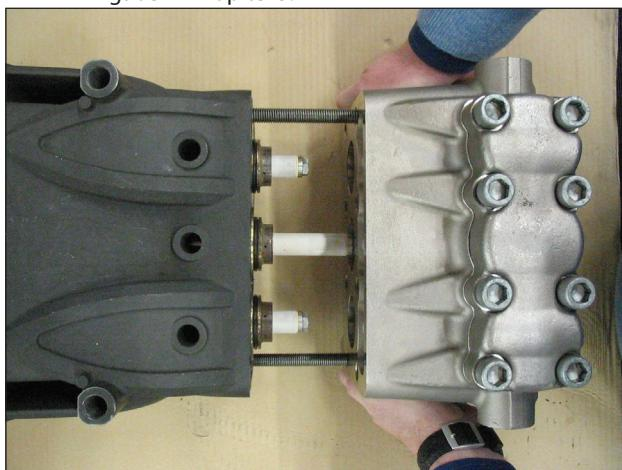

Abb. 33
- B) Schmieren Sie die Bauteile ②③⑤ mit Silikonfett der Sorte OCILIS Art. 12001600; dieser Vorgang dient auch als Hilfe beim Setzen der Dichtungsrippe am Kolben.
2. Mit zwei Wartungsschrauben - Stiften (Art. 27508200), die gemäß Abb. 33 am Gehäuse befestigt sind, zentrieren Sie den kompletten Kopf nur am mittleren Kolben.